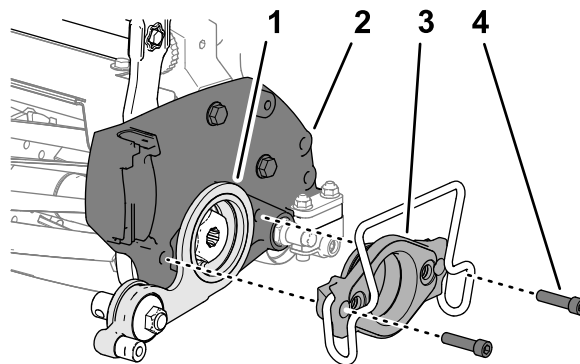

Bild 19
1. Fluchten Sie die Riemenscheibenbaugruppe am Mähwerk aus, wie in Bild 19 dargestellt.
2. Fluchten Sie die Riemenscheibenplatte an der Seitenplatte des Mähwerks aus, wie in Bild 19 dargestellt.
3. Montieren Sie die Motorbefestigung durch die Riemenscheibenplatte und in die Seitenplatte des Mähwerks (Bild 19).
- Montieren Sie die Befestigung mit den beiden Innensechskantschrauben (5/16" x 1/4"), die Sie in Entfernen der Motorhalterung \(Seite 4\) entfernt haben, an der Platte (Bild 19).